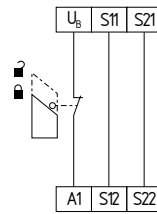

Fig. 6
**Circuito di sorveglianza porta di protezione a un canale con dispositivi di blocco secondo EN ISO 14119 (vedere Fig. 6)**